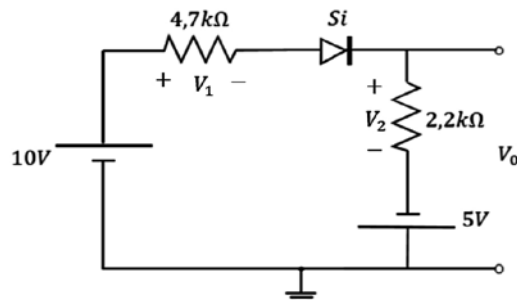

Figura 2.38 Circuito DC con diodos. Fuente: Elaboración propia
- b) En el circuito de la figura 2.38, se pide hallar V_o , V_1 , V_2